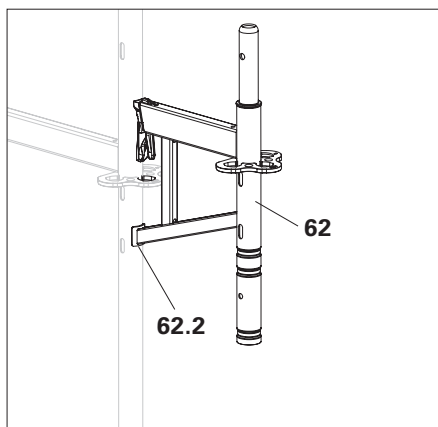

Bild A6.03
1. Häng in konsol ECM 33 (62) i $\frac{3}{4}$ -rosett. Halvskålen (62.2) måste ligga an vertikallröret. (Bild A6.03)